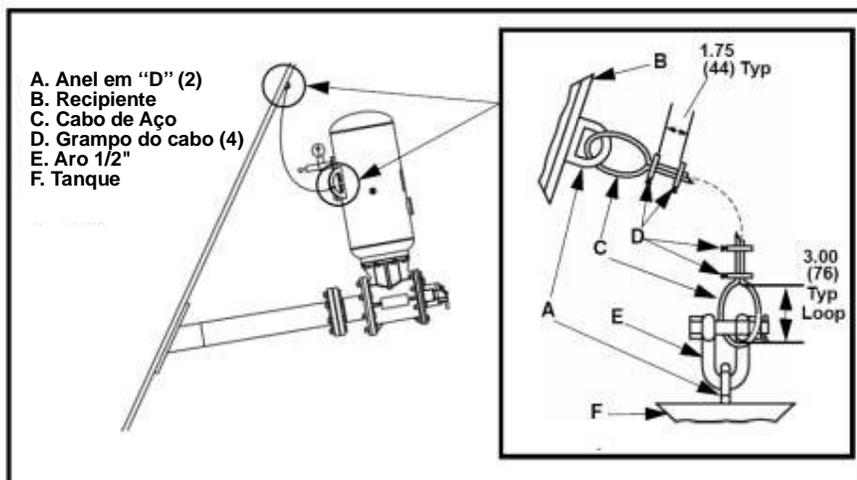

Figura 12. Instalação do cabo de segurança
1. Solde o anel em “D” (A, na figura 12) no recipiente de armazenagem (B) com 6 mm de solda.